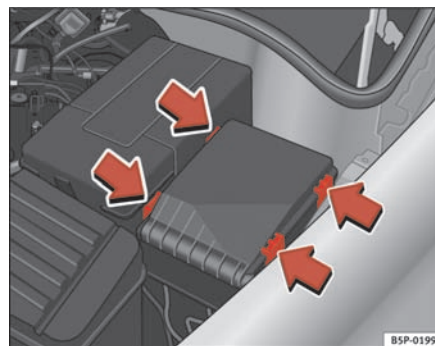

Fig. 185 Tapa de la caja de fusibles en el compartimento motor
- Retire la tapa de fusibles del compartimento del motor haciendo presión sobre las lengüetas hacia el centro de la tapa ⇒ **página 258, fig. 185.**